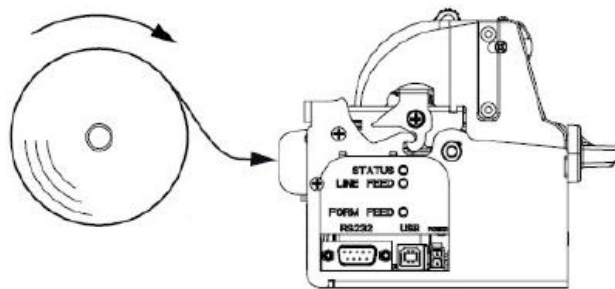

Рис. 8
2. Пропустите конец чековой ленты в направлении, как показано на рис. 8